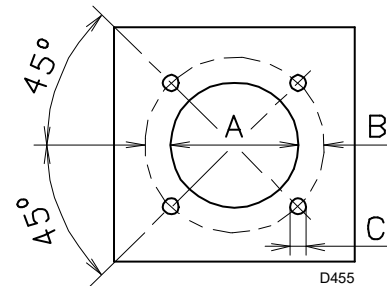

Fig. 12
Percer la plaque de fermeture de la chambre de combustion comme indiqué dans la Fig. 12. La position des trous filetés peut être tracée en utilisant l'écran thermique fourni avec le brûleur.
- Introduire tout le brûleur sur le trou de la chaudière, précédemment prédisposé, (Fig. 12, et le fixer avec les vis fournies de série.